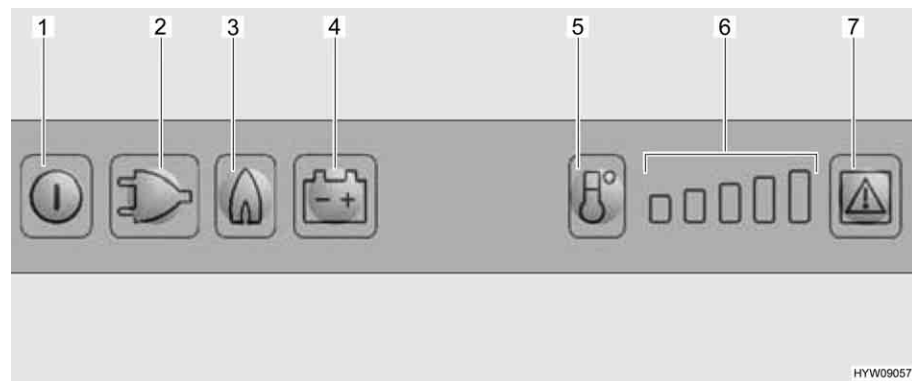

Fig. 209 Elementos de mando para el frigorífico
- Pulsar la tecla On/Off (Fig. 209,1) por aprox. 2 segundos. El frigorífico se conectará. Se iluminará la tecla modo de funcionamiento seleccionado más recientemente.
- En caso necesario, pulsar la tecla para el modo de funcionamiento "Gas" (Fig. 209,3). La tecla se iluminará. El suministro de gas está abierto. El encendido se realiza automáticamente. Se oye un sonido de tic-tac hasta que el proceso de encendido se haya llevado a cabo con éxito.
- Ajustar la temperatura de refrigeración con la tecla de selección de nivel de temperatura (Fig. 209,5).
- En caso necesario, pulsar la tecla de modo de funcionamiento "230 V" (Fig. 209,2). La tecla se iluminará.
- En caso necesario, pulsar la tecla de modo de funcionamiento "12 V" (Fig. 209,4). La tecla se iluminará.